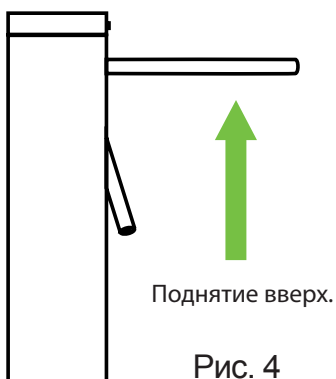

Рис. 4
3. Поднимите планки вручную, как показано на Рис. 4.